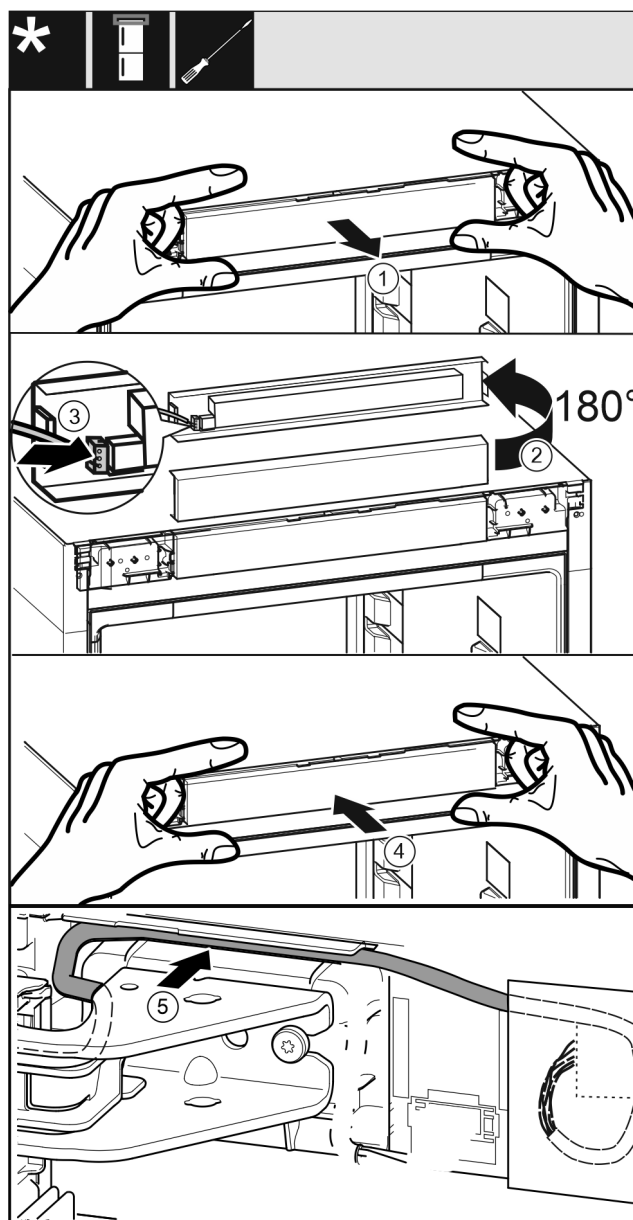

Fig. 40
- ▶ Обережно витягніть невелику панель керування Fig. 40 (1)
- ▶ Поверніть невелику панель керування Fig. 40 (2) на 180° вгору.
- ▶ Зафіксуйте штекер Fig. 40 (3) на невеликій панелі керування.
- ▶ Знову зафіксуйте невелику панель керування Fig. 40 (4) на пристрої.
- ▶ Обережно розташуйте кабель Fig. 40 (5) у направляючій над верхнім опорним кронштейном.